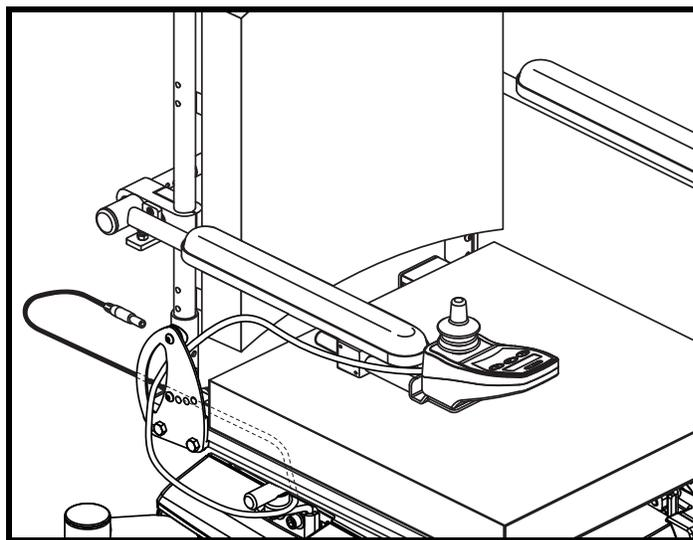

Figure 11. Câble sécurisé sur un siège Synergy
4. Installez le contrôleur et passez le câble vers l'arrière de la base motorisée. **Voir la figure 11 ou 12.**